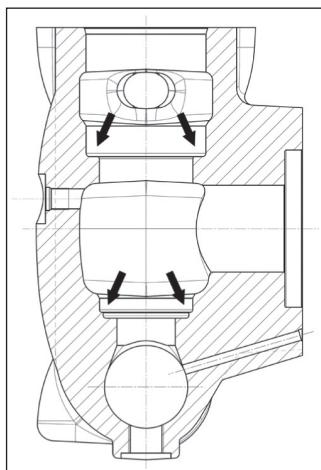

Fig. 98
**Prima di riposizionare i gruppi valvola pulire ed asciugare perfettamente i relativi alloggiamenti nella testata indicati dalle frecce (pos. ①, Fig. 98).**